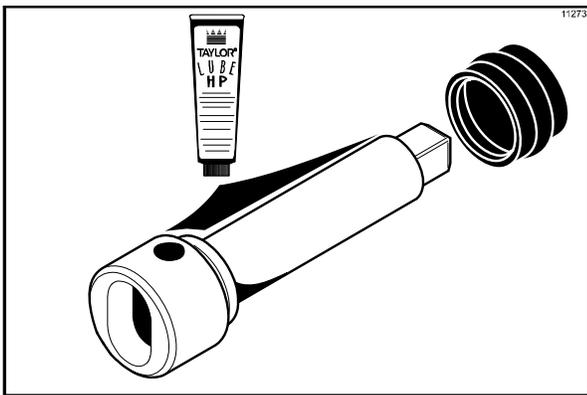

図110
1. シェイクのビータードライブシャフトを取り付ける前に、溝にループを塗ります。ドライブシャフトの細いほうの先端からブーツシールをはめ、シャフトのみぞにはめこみます。ブーツシールの内側にたっぷりとループを塗り、リアシエルベアリングと接する平らな部分にもループを塗ります。ループをシャフトに均等に塗ります。四角い先端部にはループを塗らないでください。(図110を参照。)